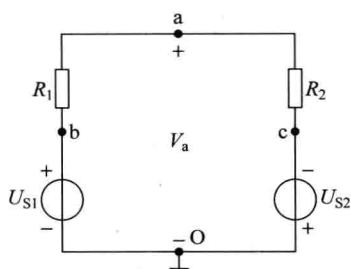
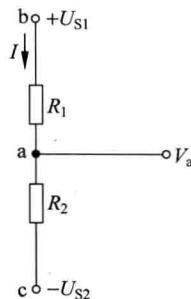

图 1-8 电路中的参考点
图 1-10 例 1-3 图
所谓电路中各点的电位就是该点到参考点之间的电压。因此,为了计算电路中各点的电位必须选定电路中的某一点作为参考点,取该点的电位为零。通常工程上选大地为参考点,机壳需接地的设备,可选机壳做参考点;机壳不接地的设备,为分析方便,通常把元件汇集的公共端或公共线选做参考点,又称“地”,并用符号“ $\perp$ ”表示。电路中的参考点如图 1-8 所示。
**例 1-3** 在图 1-10 中,已知  $R_1=1\Omega$ ,  $R_2=2\Omega$ ,  $U_{S1}=6V$ ,  $U_{S2}=3V$ ,试求 a、b、c 点的电位  $V_a$ 、 $V_b$ 、 $V_c$  及  $U_{ba}$ 。
解: 图 1-10 所示是图 1-8 所示电路的简化画法,由图可得
例如,图 1-10 中选 c 点为参考点,则